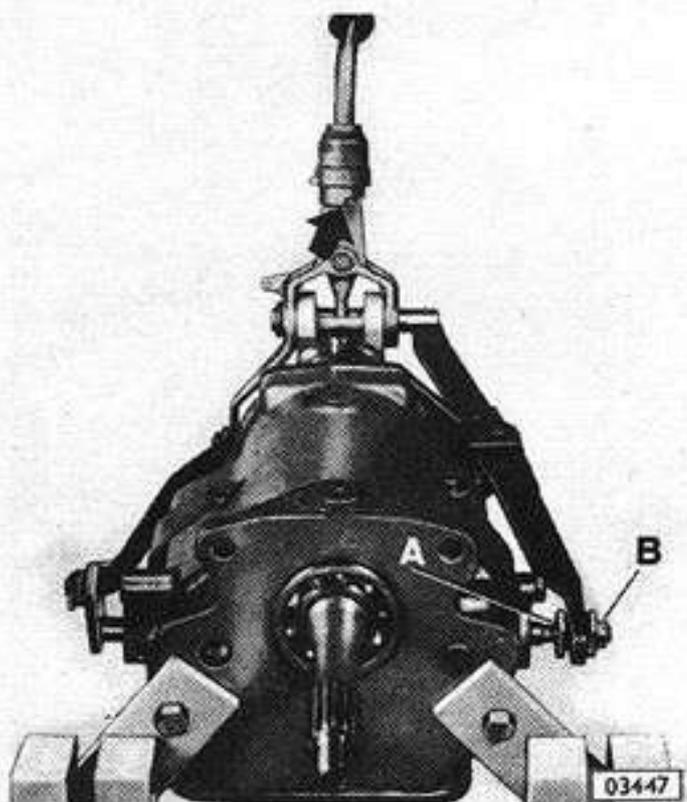

Fig. 35 - Ajuste del bloqueador de marcha atrás
14. Ajustar el bloqueador de marcha atrás (Fig. 35).